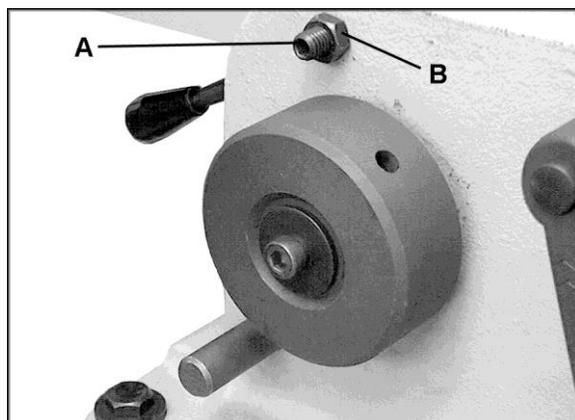

Figure 38
Il existe quatre vis de réglage à l'avant de la dresseuse, deux sur la table de sortie et deux sur la table d'alimentation, qui vous permettent de supprimer le "jeu" dans les tables. (La Figure 38 illustre l'une des vis de réglage de la table de sortie.)
Après une période d'utilisation, le bout de cuivre (voir élément #27, page 41) lié au bout de la vis de réglage (A, Figure 38) risque de se desserrer. Résolvez le problème de la manière suivante.
1. Desserrez l'écrou hexagonal (B, Figure 38) à l'aide d'une clé de 14 mm.
2. Serrez la vis de réglage (A, Figure 38) à l'aide d'une clé hexagonale de 5 mm. Ne serrez pas trop la vis de réglage, car cela
3. Serrez l'écrou hexagonal (B, Figure 38).